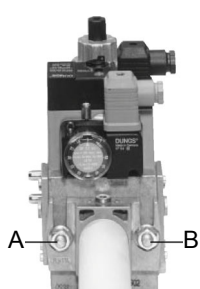

Рис. 10
1. Расслабить винты А и В, но **не снимать** их (Рис. 9 и Рис. 10)
2. Отвинтить винты С и D (Рис. 9 и Рис. 10)